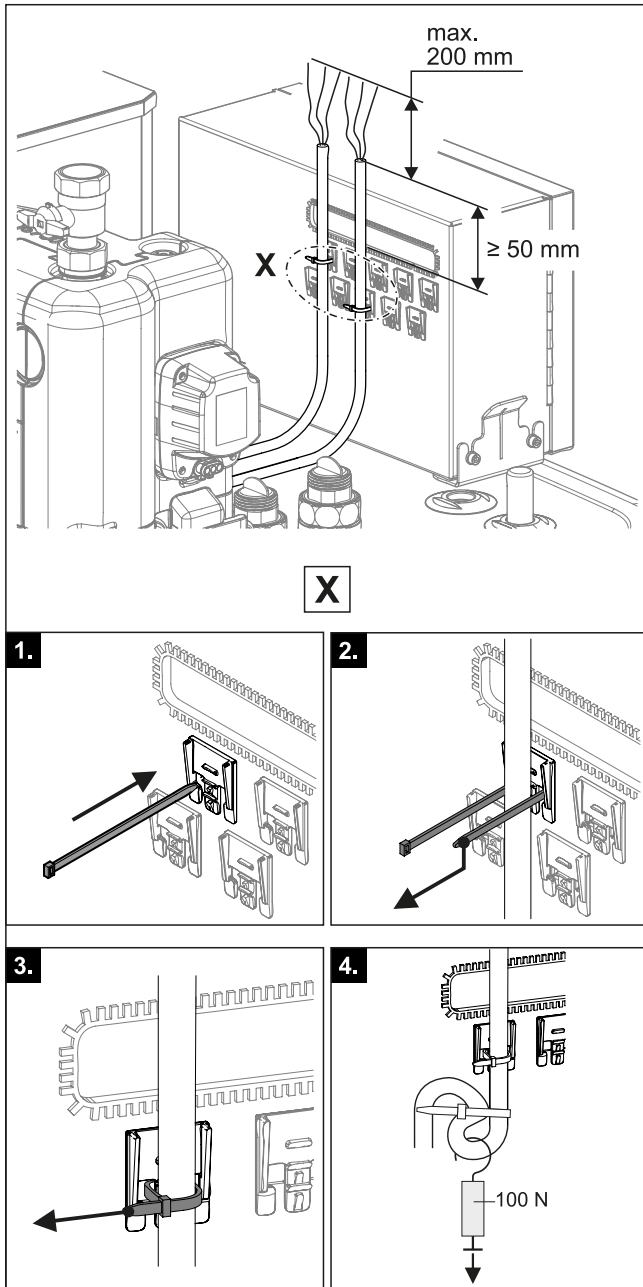

Bild 4-30 Kabelführung und Zugentlastung
- 8 Kabel zum Regelungsgehäuse führen und entsprechend Bild 4-30 absolieren.